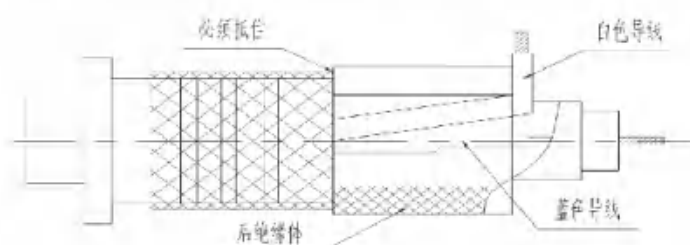

图 4.4-9
③ 如图 4.4-9 所示, 向外弯曲白色导线放入绝缘体开槽处, 蓝色导线穿过绝缘体, 绝缘体尾部必须抵住屏蔽层。